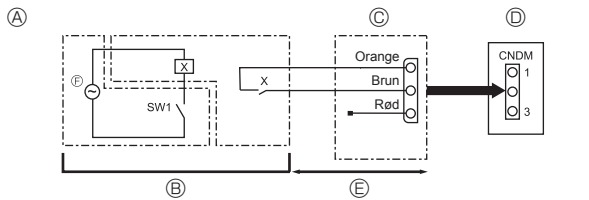

Fig. 9-1
9.1. Low noise modus (ændring på stedet) (Fig. 9-1)